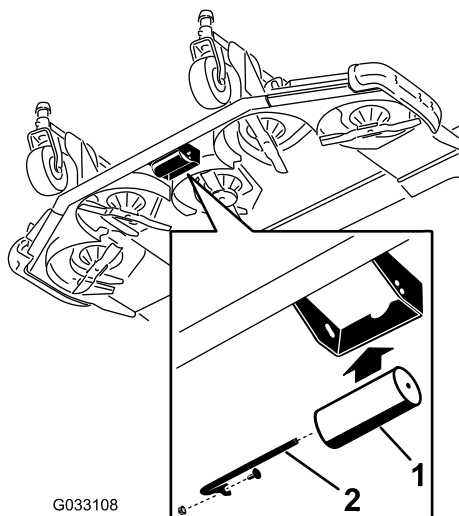

Bild 42
2. Fluchten Sie die Rolle mit den oberen Löchern aus und befestigen Sie die Welle mit der Schraube und Mutter (**Bild 42**).